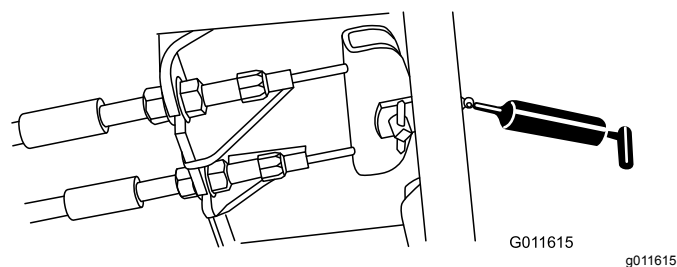

Figure 52
- Pédale de frein (1) (Figure 52)